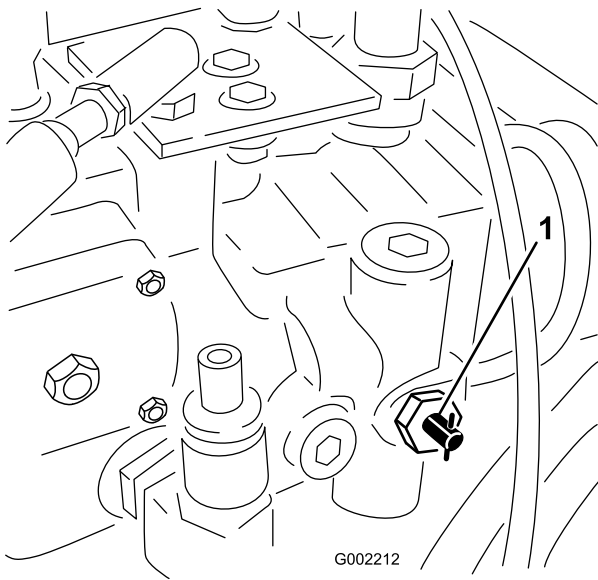

Figura 28
1. Gire la válvula de remolcado (Figura 28) 90 grados en cualquier sentido para abrirla.